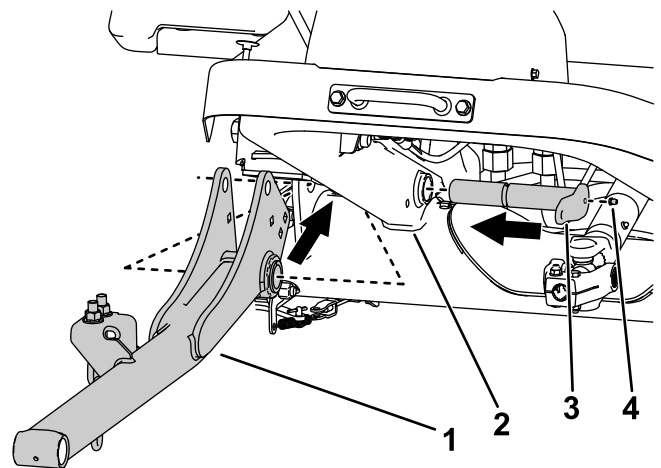

Figure 5
2. Utilisez 2 grands axes pour installer les bras de levage sur le cadre de la machine (Figure 5).
3. Montez les graisseurs sur les grands axes (Figure 5).